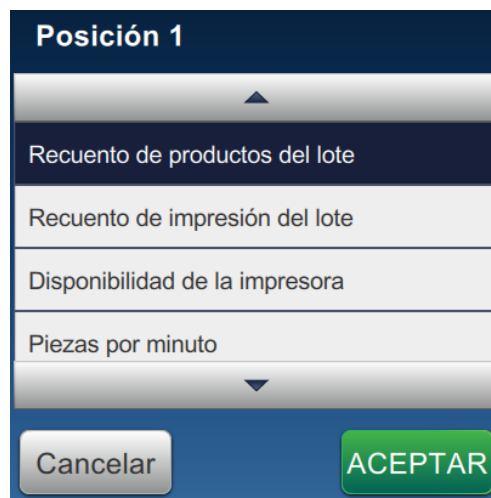

Figura 6-20: Opciones de Modificar posición
2. Pulse en la posición que desee para cambiar las opciones de la pantalla de inicio, como se muestra en la Figura 6-20.